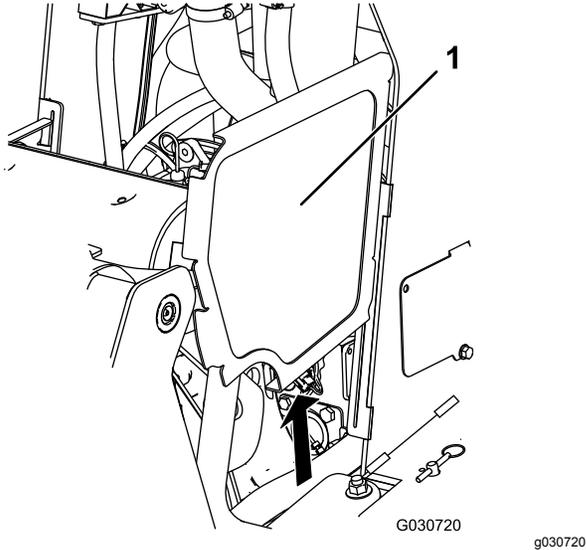

Bild 43
2. Schieben Sie die Seitengitter (Bild 43) nach oben und aus den Schlitzen im vorderen Gitter und im Rahmen.